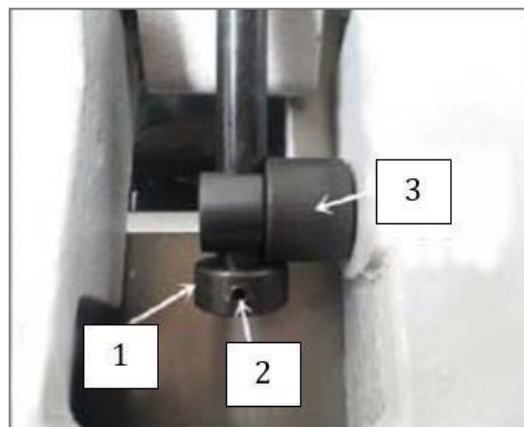

Рис. 22
2. Ослабить установочный винт на упорной колодке параллельного упора, как показано на **Рис. 22**.